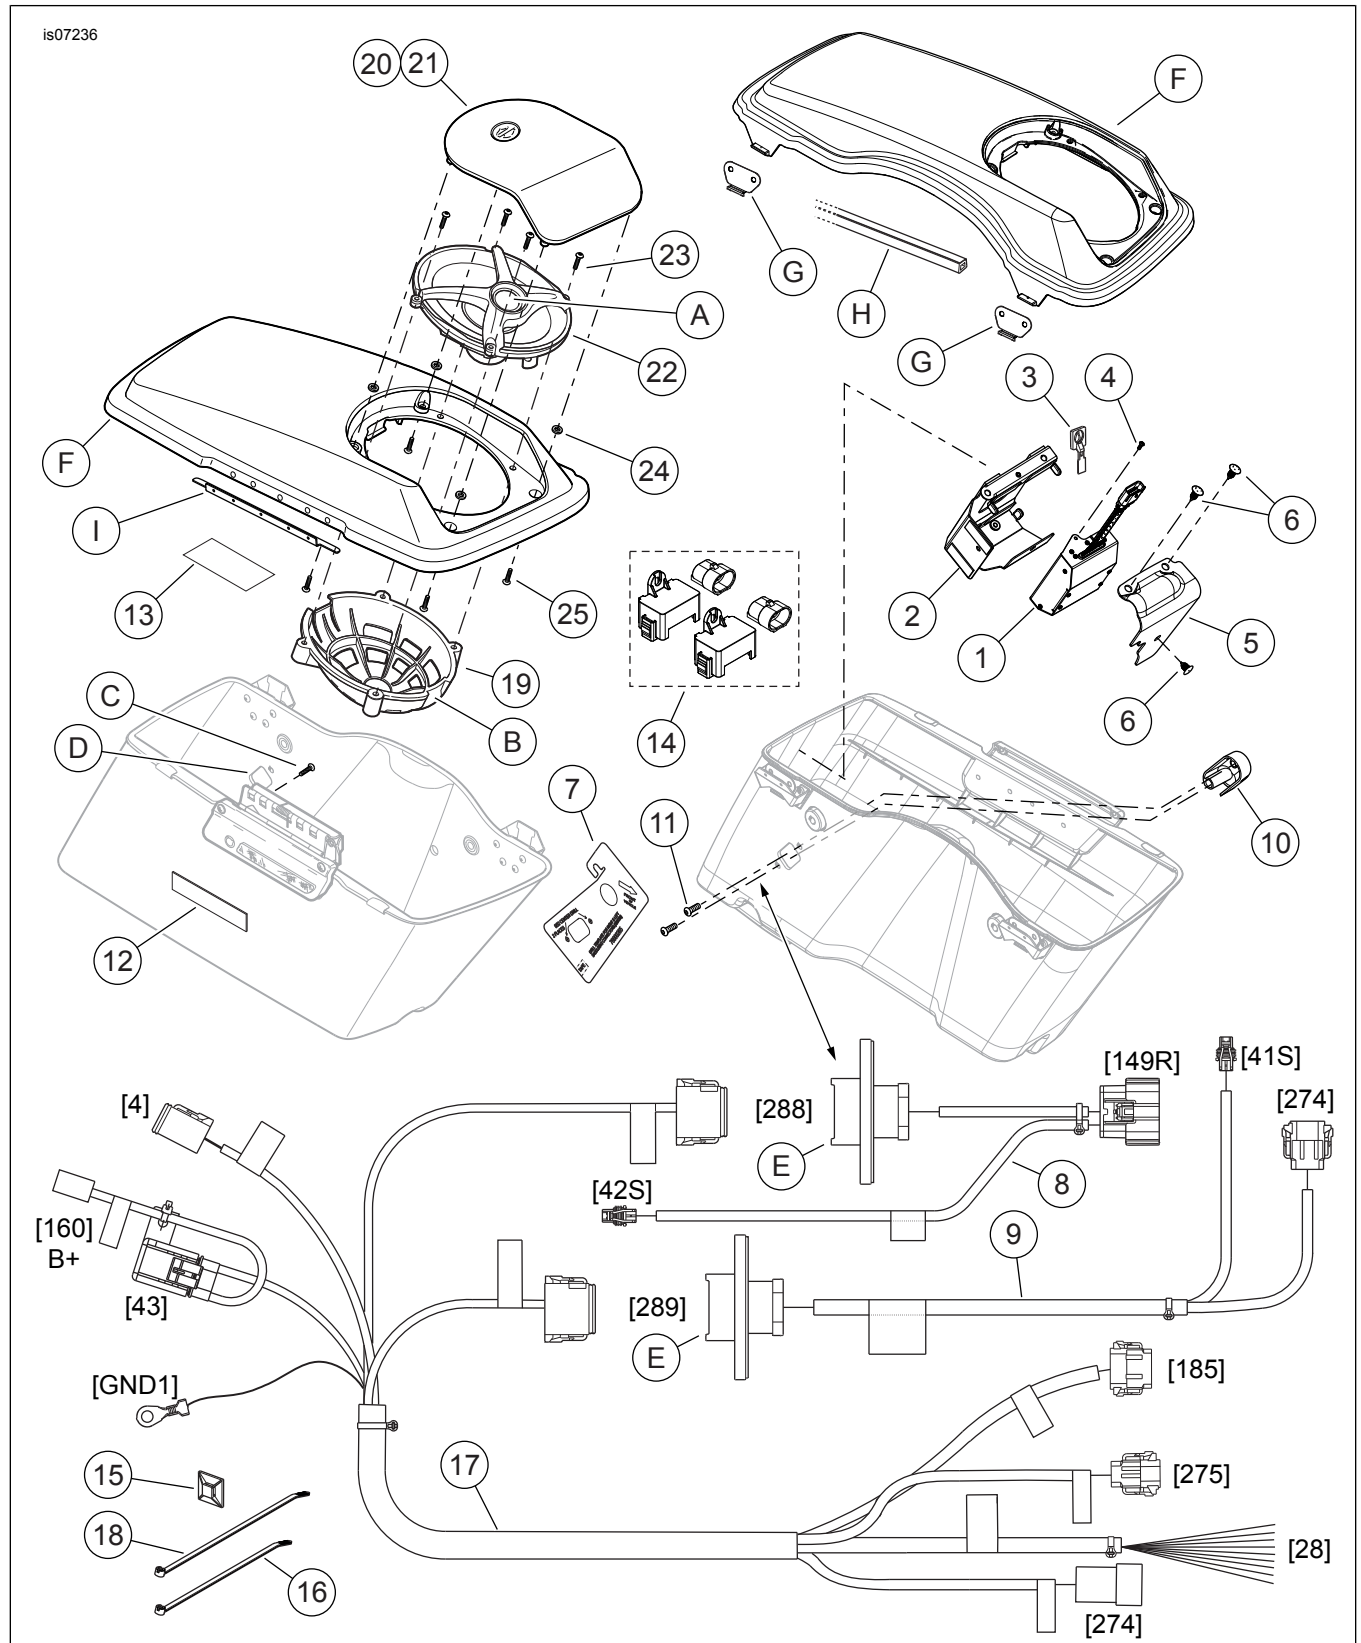

Abbildung 7. Ersatzteile, CVO-Lautsprecher-Erweiterungssatz
1. Siehe Abbildung 7. Den Audiokabelbaum (17) aus dem Satz nehmen.
9. Siehe Abbildung 7. Die vier Zweige des vorderen Teils des Audiokabelbaums (17) entlang der Verkleidungsinnenfläche des Verbindungskabelbaums zur oberen linken Ecke der Innenverkleidung verlegen.